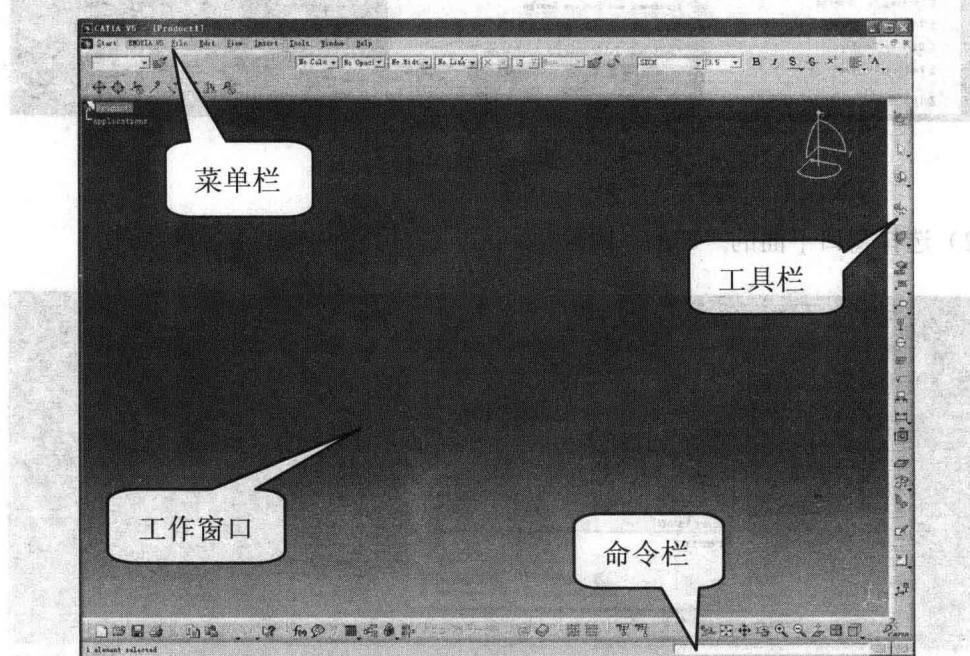

图 1-1
- 启动 CATIA V5 后（双击 ），其用户界面如图 1-1 所示，主要由工作窗口、菜单栏、工具栏和命令行等组成。